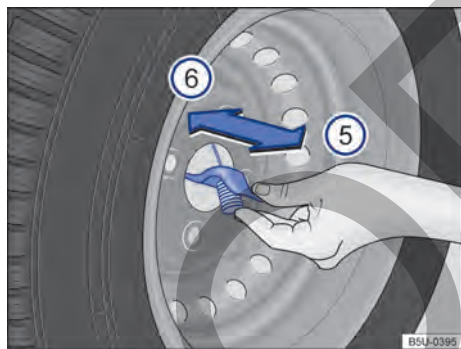

Fig. 178 En la rueda de emergencia: retirar el cable de la rueda de emergencia.
- Colocar la rueda de emergencia en posición vertical → fig. 178.
- Retirar el gancho del orificio central de la rueda, en el sentido de la flecha (6).
- Introducir el gancho por el orificio central de la rueda, en el sentido de la flecha → fig. 178 (5).